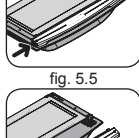
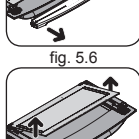

fig. 5.5
fig. 5.6
2. Pressione as travas laterais (fig. 5.5) e puxe o arremate da porta para frente (fig. 5.6), para liberar o vidro interno.